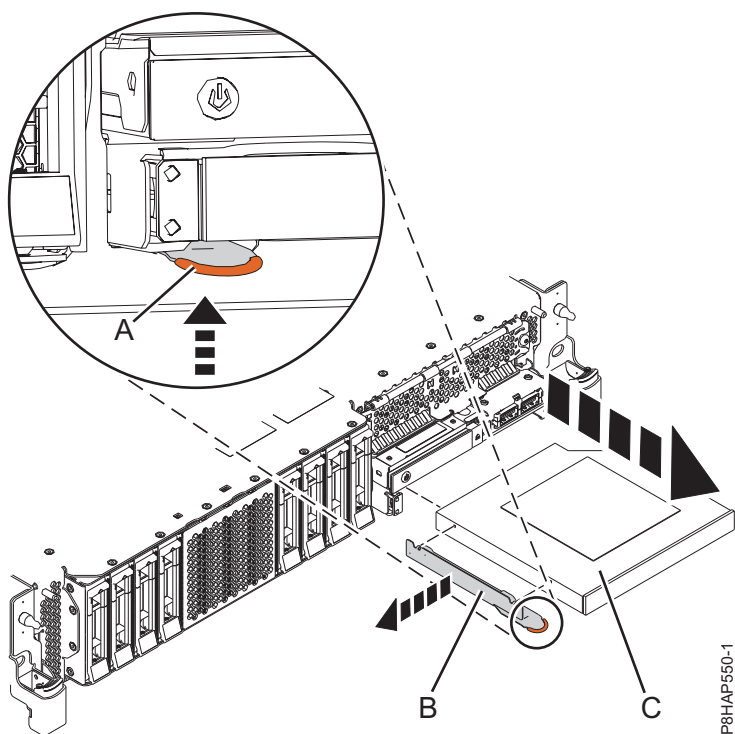
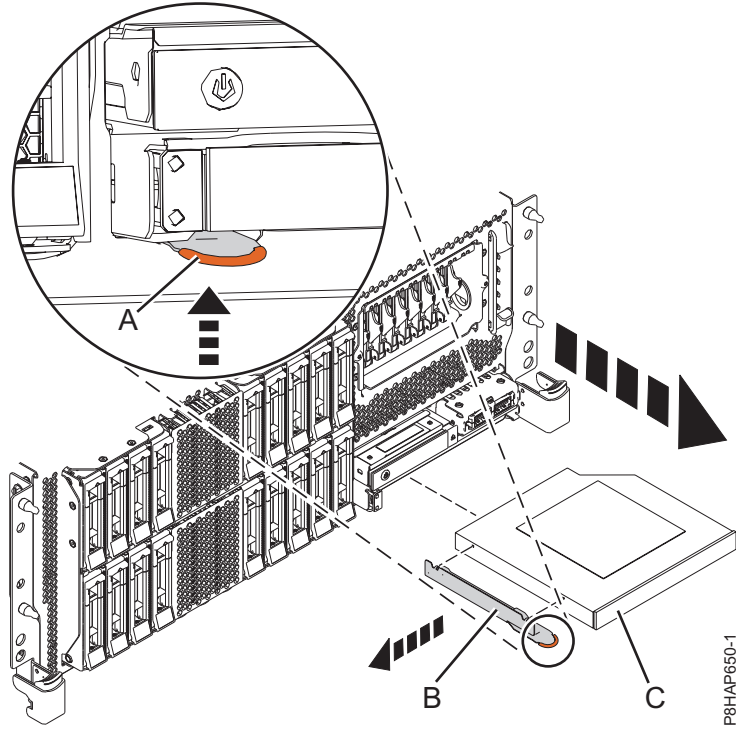
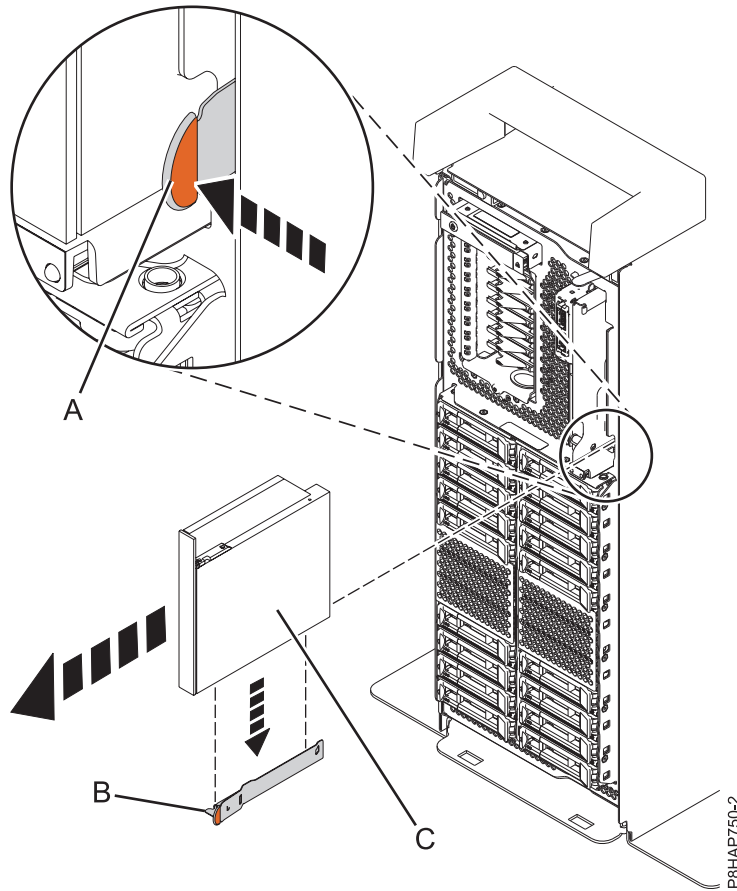

Figure 23. Retrait d'une unité de stockage extra-plate d'un système 5148-21L, 5148-22L, 8247-21L, 8247-22L, 8284-21A, ou 8284-22A
Figure 24. Retrait d'une unité de stockage extra-plate d'un système 8247-42L, 8286-41A ou 8286-42A monté en armoire
Figure 25. Retrait d'un unité de stockage extra-plate d'un système autonome
Pour un système 5148-21L, 5148-22L, 8247-21L, 8247-22L, 8284-21A, ou 8284-22A, voir figure 23, pour un système 8247-42L, 8286-41A ou 8286-42A monté en armoire, voir figure 24, à la page 33, ou pour un système 8286-41A autonome, voir figure 25, à la page 34.
3. Tirez l'unité de stockage extra-plate (C) hors du système, dans le sens indiqué dans figure 23, à la page 32, figure 24, à la page 33 ou figure 25.
4. Si vous retirez l'unité de stockage extra-plate dans le cadre d'une autre procédure de maintenance, ne retirez pas le crochet de fixation (B) de l'unité de stockage extra-plate.
5. Si vous retirez une unité de stockage extra-plate défectueuse et la remplacez par une nouvelle unité de stockage extra-plate, vous devez retirer le crochet de fixation (B) pour l'utiliser avec la nouvelle unité de stockage (média). Retirez le crochet de fixation en tenant le point de contact en terre cuite et en le sortant de l'unité de stockage (média) comme illustré dans figure 23, à la page 32, figure 24, à la page 33 ou figure 25.
6. Conservez le crochet de fixation (B) dans un endroit sûr.